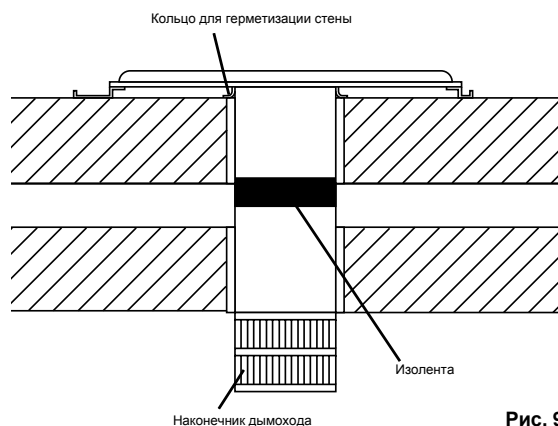

Рис. 9(вид сверху)
4. Убедившись, что агрегат находится на нужной высоте, прикрепите его к стене четырьмя винтами с шайбами. Убедитесь, что герметизирующее кольцо между стеной и агрегатом стоит правильно и герметизирует стену (рис.9).
5. Убедитесь, что наконечник дымохода достаточно выступает из стены наружу (рис.9).